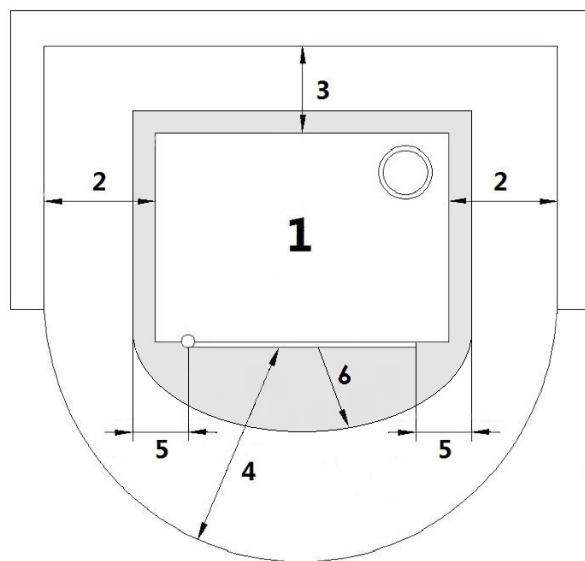

Fig. 10 - Instalação gerais
- e uma boa distribuição do calor no ambiente (ver **Fig. 10 pág. 38**).
- Para as normas de segurança anti-incêndio devem-se respeitar as distâncias de objetos inflamáveis ou sensíveis ao calor (sofás, móveis, revestimento em madeira, etc.) como indicado em **Fig. 10 pág. 38**.
- Em caso que o piso seja realizado com o emprego de materiais combustíveis, deve-se prever a instalação de uma protecção (placa de aço, refractária, mármore, etc.) em material incombustível. No que diz respeito às dimensões da protecção consultar o **Fig. 10 pág. 38**.